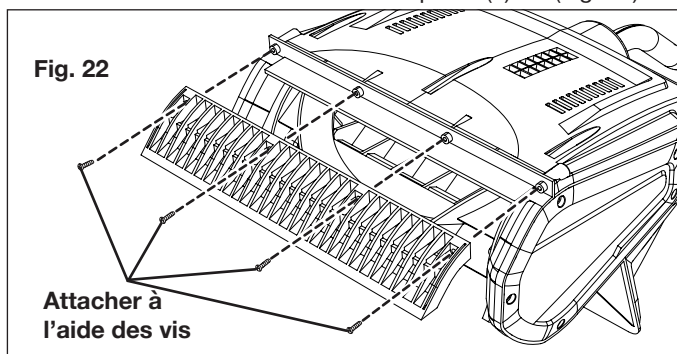

Fig. 22
3. Posez la nouvelle lame de raclage et attachez-la solidement au carter à l'aide des quatre (4) vis (Fig. 22).